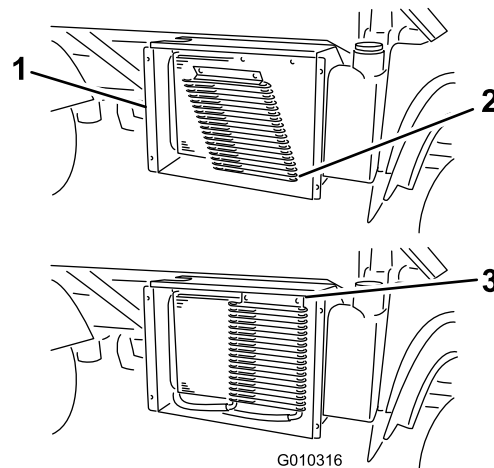

Bild 60
3. Drehen Sie die Riegel und den Ölkühler (falls vorhanden) vom Kühler weg (Bild 60).